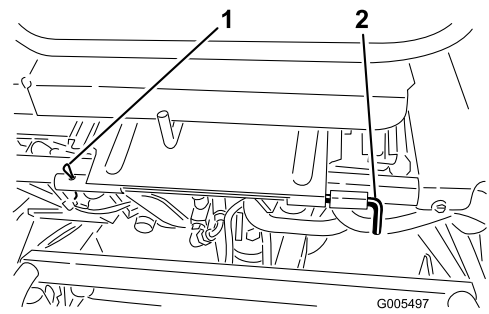

Figura 28
3. Baixe o banco e retire o pino de segurança que prende a haste de articulação do banco à estrutura (Figura 28).